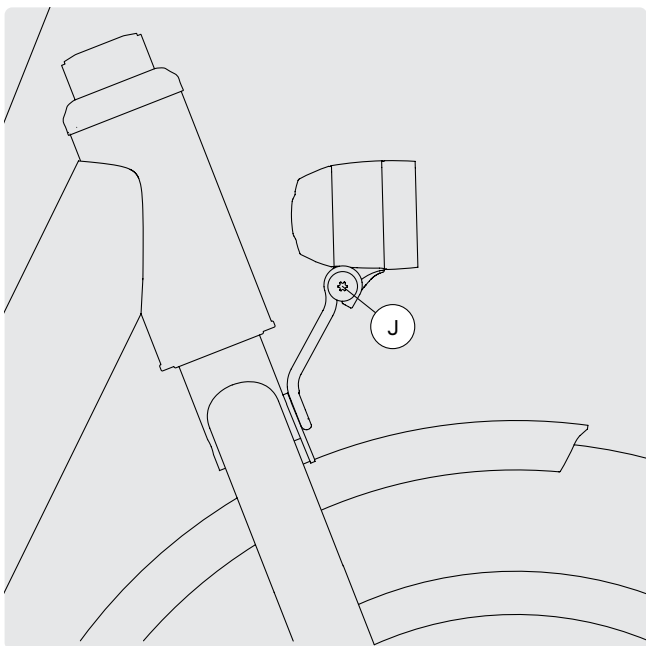

BILD 47
- 1 Lossa justeringsskruven J på framljuset (Bild 47).